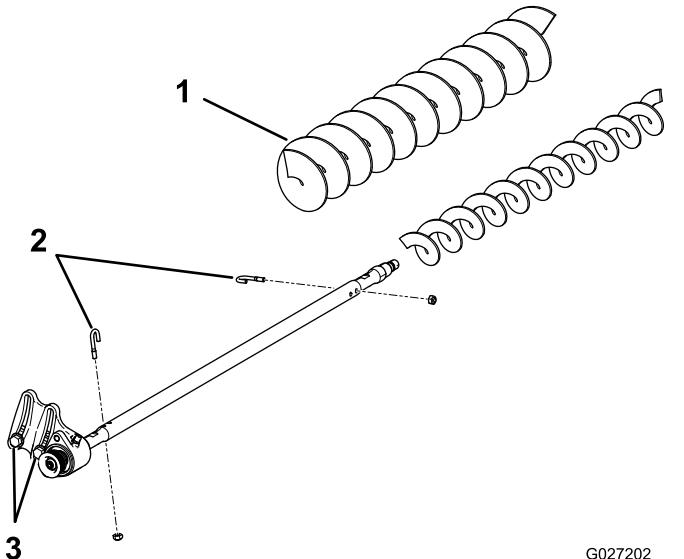

图 22
3. 拆下 2 个 J 形螺栓和螺母 图 22。
4. 滑动现有滚筒刷从刷轴上取下来 图 22。
5. 松开将传动轴承座固定到轴承座安装支架上的 2 个螺栓、垫圈和螺母 图 22。
6. 把高剪滚筒刷滑入刷轴 图 22。
7. 使用之前卸下的 2 个 J 形螺栓和螺母把滚筒刷夹在轴上 图 22。